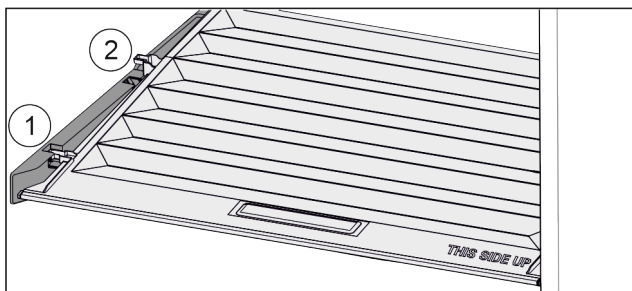

Fig. 41
- ▶ Издърпайте напред Fig. 41 (1) капака до отвора в задържащите части.
- ▶ Повдигнете го отзад отдолу и отстранете Fig. 41 (2) нагоре.